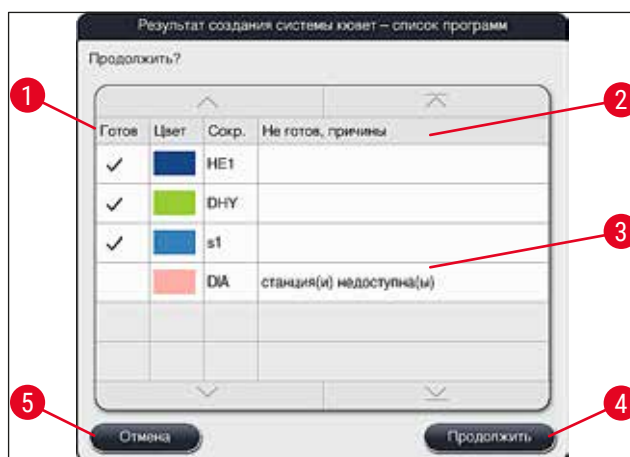

Рис. 52
- Если выбрано больше программ, чем может быть интегрировано в систему кювет, на экране появляется информационное сообщение для пользователя **Результаты создания системы кювет** (→ "Рис. 52"). Успешно интегрированные программы отмечаются "галочками" в столбце **Готов** (→ "Рис. 52-1").